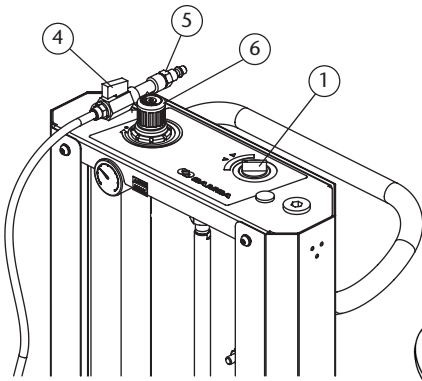

Fig. 3
Regule la presión de entrada del elevador entre 5,5 y 6 bar mediante el regulador (pos. 6) (fig. 3).